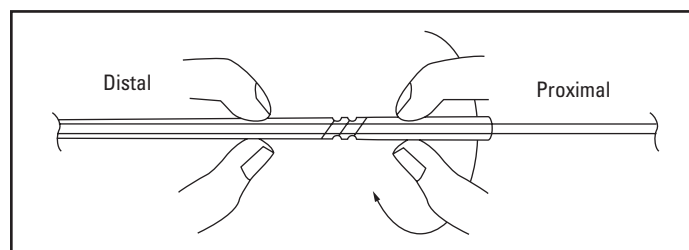

Figura 9. Bloqueo mediante giro en el sentido de las agujas del reloj
6. Para fijar en su sitio el sistema de oclusión IDC con fibras de Interlock - 35, pince con cuidado la vaina introductora a ambos lados del mecanismo Twist-Lock y gire el lado proximal en el sentido de las agujas del reloj (Figura 9).